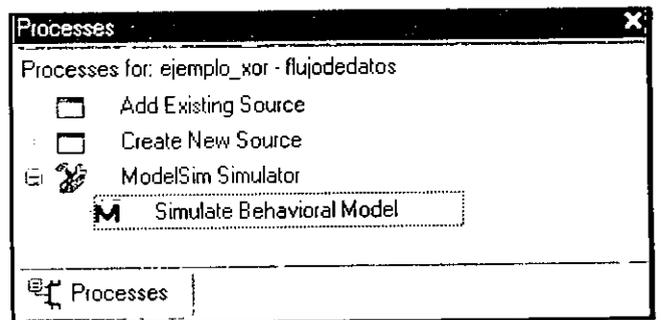

Fig. 24. Selección de ModelSim como simulador.
2. En la ventana Processes, seleccionar ModelSim Simulator > Simulate Behavioral Mode, tal como se muestra en la Fig. 24. Hacer doble clic para abrir ModelSim.